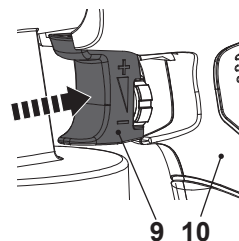

Fig. 9
- > Appuyez sur la gâchette (9) et tenez-la enfoncée contre le manche (10) pour démarrer le produit. Maintenez-la enfoncée pendant l'opération (Fig.9)
- > Relâchez la gâchette (9) pour éteindre le produit.